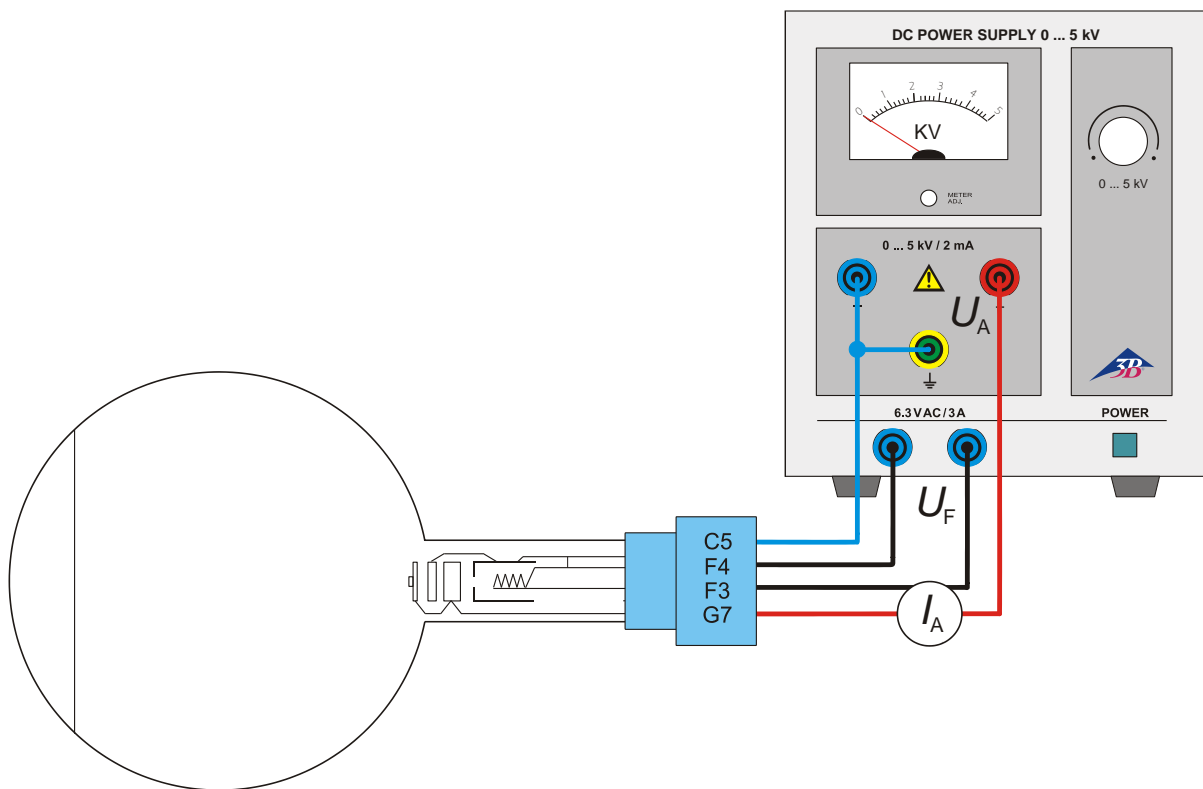

Fig. 2 Circuito del tubo de difracción de electrones
- Monte el experimento de acuerdo con la fig. 2.